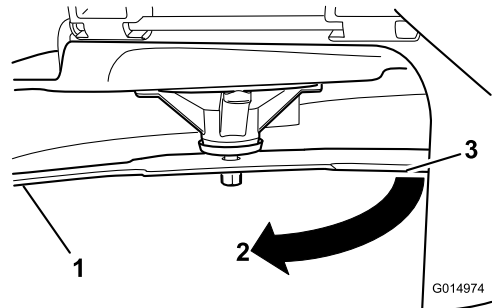

**Figura 61**
2. Llevando guantes fuertemente acolchados u otro tipo de protección apropiada para las manos, gire la cuchilla lentamente hasta una posición que permita medir la distancia entre el filo de corte y la superficie nivelada en la que descansa la máquina (Figura 61).